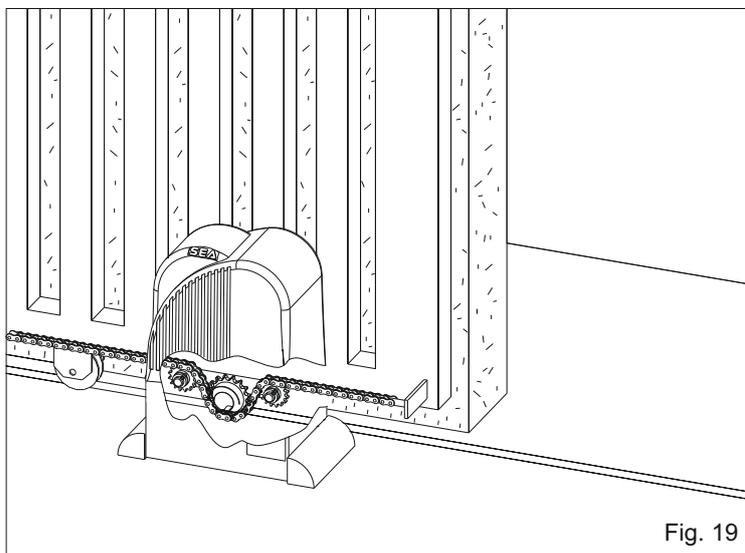
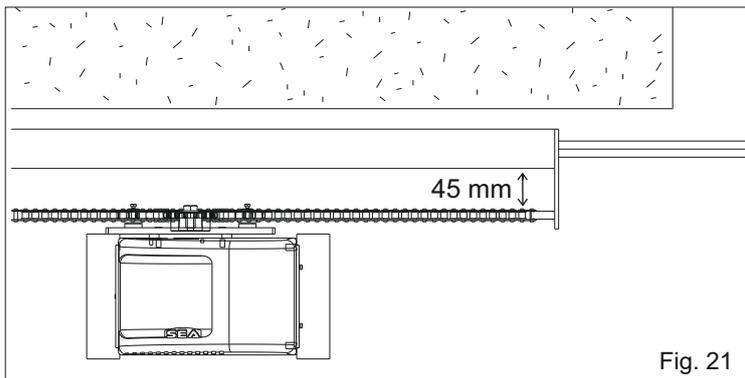
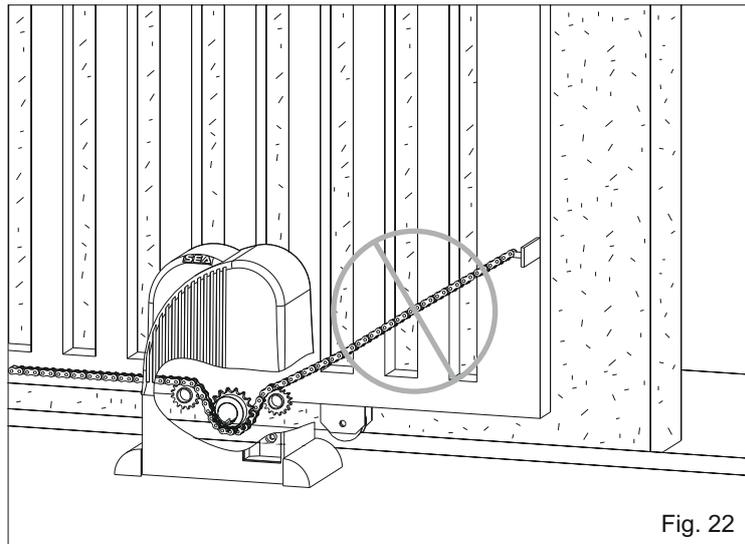

Fig. 19
Fig. 21
Fig. 22
En las Fig. 19 y 20 es posible ver la correcta instalación respectivamente con cancela abierta y cerrada; notar el recorrido obligado de la cadena al interior del grupo piñón que no tiene que ser modificado.
Nota: Los agujeros por el tensor de cadena y así la misma cadena tienen que estar a una distancia mínima de 45 mm (Fig. 21).
19.2. Instalar la cadena haciéndola pasar por el grupo pini3n como en Fig. 18. La cadena tiene que estar siempre en l3nea, verticalmente (Fig. 19) y horizontalmente (Fig. 21), si no est3 perfectamente alineada (Fig. 22 y 23) puede causar un descarrilamiento de la misma desde el grupo pini3n o se arriesga un esfuerzo mayor por el motorreductor habiendo as3 un funcionamiento incorrecto de la implantaci3n.